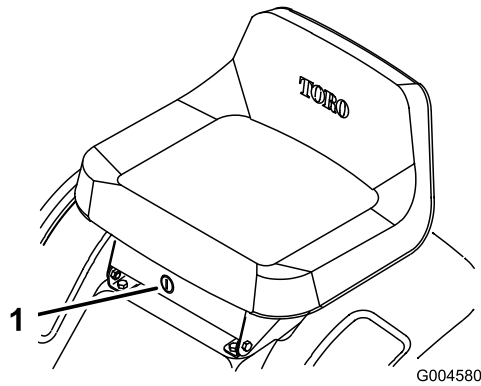

Figura 15
Se dovete utilizzare la PDF durante la retromarcia, escludete il microinterruttore di sicurezza agendo sull'interruttore KeyChoice, situato accanto alla staffa del sedile (Figura 15).
2. Inserite la chiave KeyChoice nell'interruttore (Figura 15).